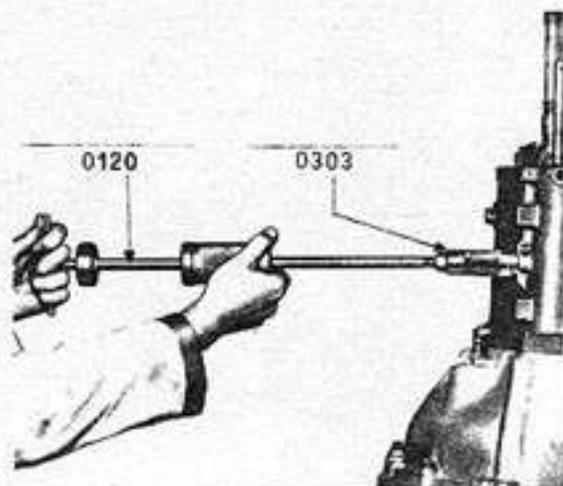

Fig. 14 - Extracción de la traba del buje selector externo
14. Sacar la traba del buje selector externo utilizando la herramienta N° 0303 colocándola en la herramienta N° 0120 (Fig. 14).